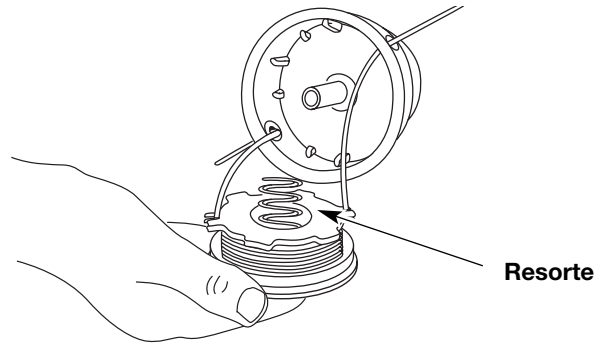

Fig. 24
13. Inserte los extremos de la línea a través de los ojalillos de la bobina exterior y coloque el carrete interior con el resorte dentro de la bobina exterior (Fig. 24). Empuje el carrete interior y la bobina exterior entre sí. Mientras sostiene el carrete interior y la bobina exterior, tome los extremos y tire con firmeza para soltar la línea de las ranuras de fijación de la bobina.
5. Inserte los extremos de la línea en los ojalillos de la bobina exterior (Fig. 24).